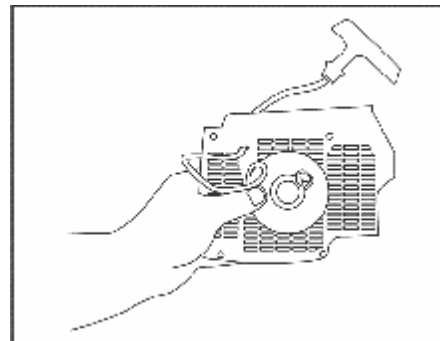

Рис. 1
- Вытяните шнур примерно на (8") 20 см и поднимите его через надрез на шкиве (Рис. 1). Ослабьте пружину шнура, положив палец на шкив, и дайте шкиву полностью размотать шнур. Отверните винт в центре шкива и выньте шкив.